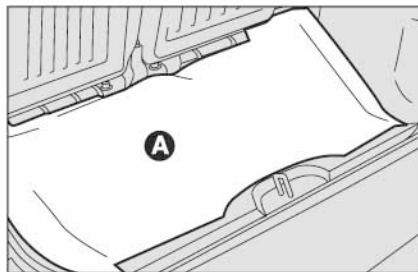

Рис. 2
- поднимите коврик багажного отсека **A** (рис. 2);